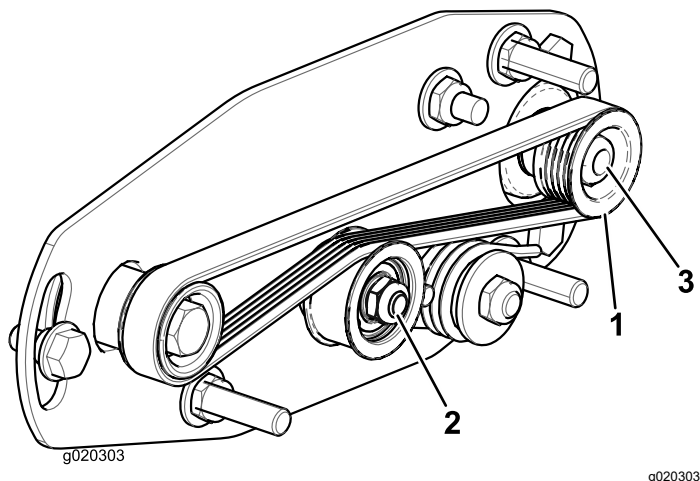
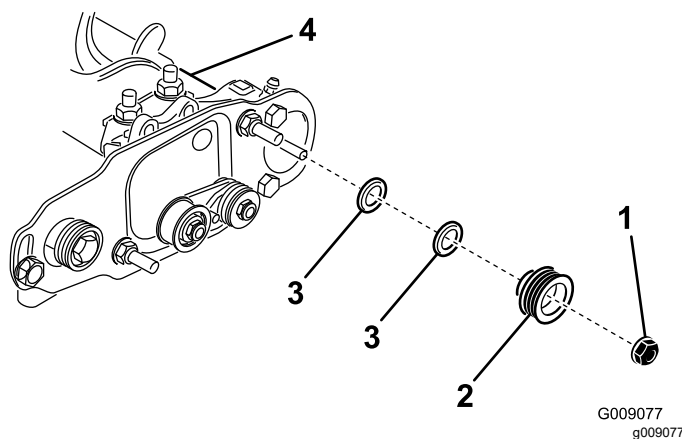

Figura 24
Figura 25
1. La polea arrastrada (en el eje del cepillo del rodillo) puede desplazarse hacia dentro y hacia fuera (Figura 24).
2. Mientras gira del molinete, que hará girar a su vez la polea motriz, haga palanca para retirar la correa de la polea motriz (Figura 24).
3. Retire la contratuerca que sujeta la polea arrastrada al eje del cepillo (Figura 24 o Figura 25).
4. Retire la polea arrastrada del eje (Figura 25).
5. Si es necesario desplazar la polea hacia fuera, añada un espaciador de 0,8 mm de grosor (Figura 25). Para desplazar la polea hacia dentro, retire el espaciador existente de 0,8 mm de grosor.